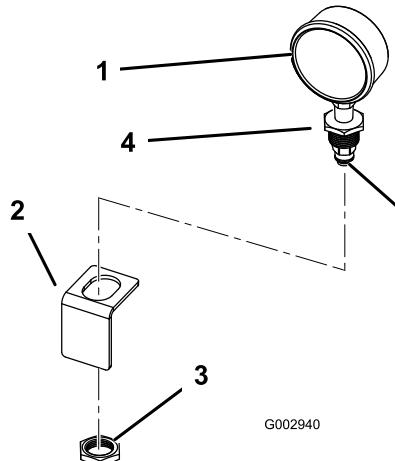

Figure 46
1. Enroulez du ruban Téflon, dans le sens antihoraire, autour du filetage du manomètre et montez le raccord réducteur sur le manomètre (Figure 46).
2. Montez le raccord en plastique noir dans le raccord réducteur du manomètre (Figure 46).
3. Montez le manomètre dans le support sous l'ouverture ronde à l'intérieur du couvercle du boîtier de commande et fixez-le avec l'écrou fourni avec (Figure 46).